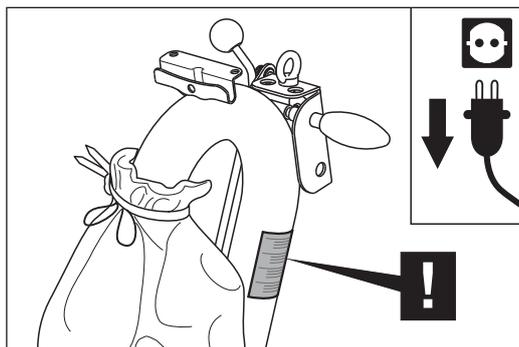

Abb. 36 Den Warnhinweis am Führungsrohr beachten!
- Beachten Sie den Warnhinweis am Führungsrohr (Abb. 36)!